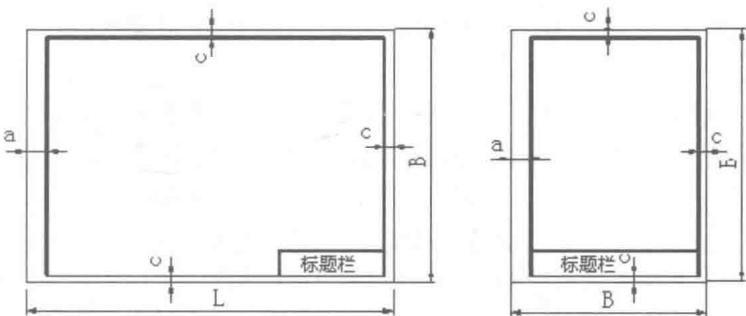
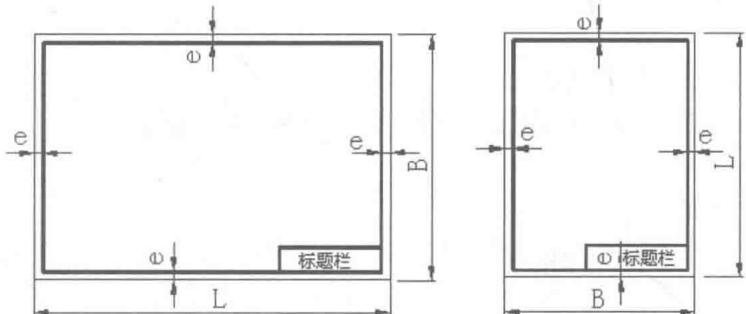

图 1-1 留装订边的图框格式
图 1-2 不留装订边的图框格式
无论图样是否装订，均应在图纸幅面内画出图框，图框线用粗实线绘制。图 1-1 所示为留有装订边的图纸的图框格式。图 1-2 所示为不留装订边的图纸的图框格式。
- (1) 按照如图 1-1 和图 1-2 所示的图框格式，以及表 1-1 所列的图纸幅面及图框尺寸，利用绘图工具完成图纸内、外框的绘制。